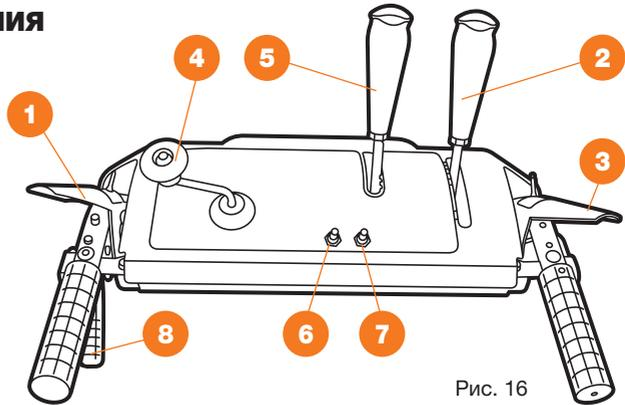

Рис. 16
Перед началом работы внимательно изучите устройство всех рычагов и элементов. Описание основных элементов панели управления (Рис. 16)
- Установите требуемую рабочую скорость на панели управления. Перемещая рычаг выбора скорости движения ② (Рис. 16, стр. 27), установите его в одно из шести положений **ВПЕРЕД** или в одно из двух положений **НАЗАД**.
- Нажмите на рукоятку включения вращения шнека ③ (Рис. 16, стр. 27), и шнеки начнут вращаться. Отпустите ее, и шнеки остановятся.
- Нажмите на рукоятку включения привода колес ① (Рис. 16, стр. 27) и снегоуборщик начнет движение. Отпустите ее и движение будет остановлено.
- При отпущенной рукоятке включения вращения шнека ③ (Рис. 16, стр. 27), тросик привода должен иметь небольшое ослабление. Он не должен быть сильно натянут.
- Находясь в положении оператора (за снегоуборщиком) включите шнек, нажав на рукоятку включения привода вращения шнека **3** (Рис. 16, стр. 27).
- Оставьте шнек в рабочем состоянии примерно на 10 секунд, после чего опустите рукоятку включения шнека **3** (Рис. 16, стр. 27). Повторите эту процедуру несколько раз.
- При включенном двигателе и установленной в верхнее положение рукоятке включения шнеков **3** (Рис. 16, стр. 27), подойдите к снегоуборщику со стороны ковша.